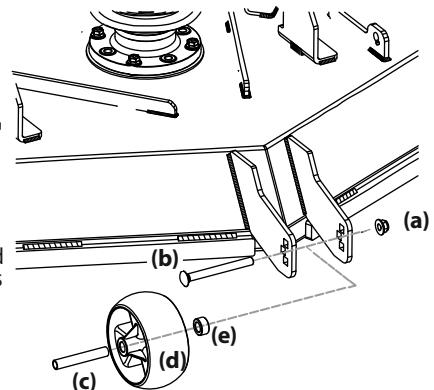

Figura 12
6. Retire la tuerca de seguridad (a) que fija una de las ruedas de calibración delantera a la plataforma. Quite el tornillo con reborde (b), el separador tubular (c) y el espaciador con reborde (e) para quitar la rueda (d). Consulte la Figura 12.